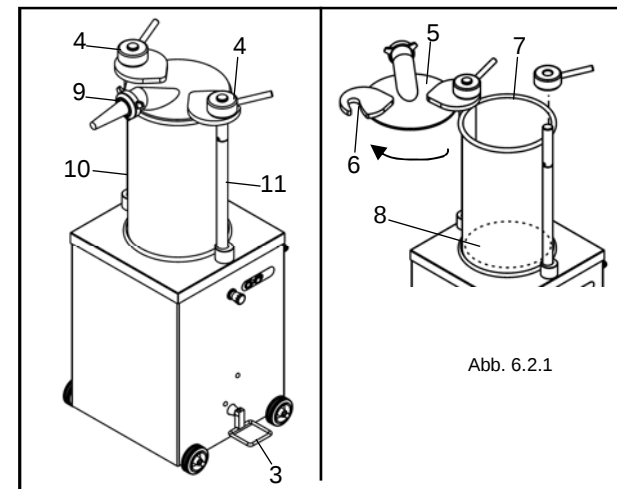

Abb. 6.2.1
- Nach Elektroanschluss den Einschaltdruckknopf "1" Abb. 6.2.1 drücken.
- Die Nutmutter "4" am Deckel etwas lockern. Den Deckel aufmachen und langsam drehen, siehe Abb. 6.2.1.
- Nachdem man den gewünschten Ausgangstrichter mittels der Nutmutter "9", Abb. 6.2.1 angebracht hat, die Einschalttaste "1" drücken.
- Ist der Zylinder geleert, das Pedal rückstellen und der Stößel wird in Ausgangsstellung gehen (Abb. 6.2.1).
Zur Entfernung von Teigresten, den Deckel durch Lösen der Nutmutter "4" Abb. 6.2.1 abnehmen.
Den Zylinder schief zu den zwei Stiften (10 und 11 Abb. 6.2.1) hin abnehmen. Zylinder, Stößel und Maschinenaußenoberfläche mit ungiftigen Reinigungsmitteln waschen.
Sollte man den Stößel "8" (Abb. 6.2.1) herausnehmen, auf folgenderweise vorgehen: